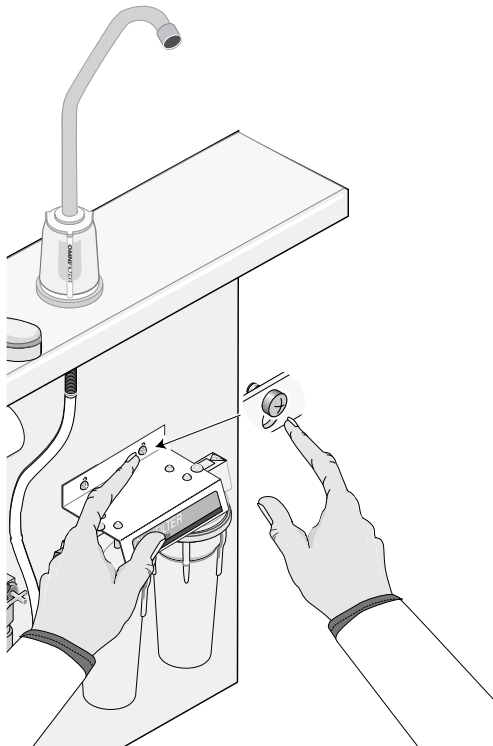

Figure 8
13. Poser le filtre sur les vis de fixation installées lors de l'opération 2., puis bien serrer ces vis. Se reporter à la Figure 8.